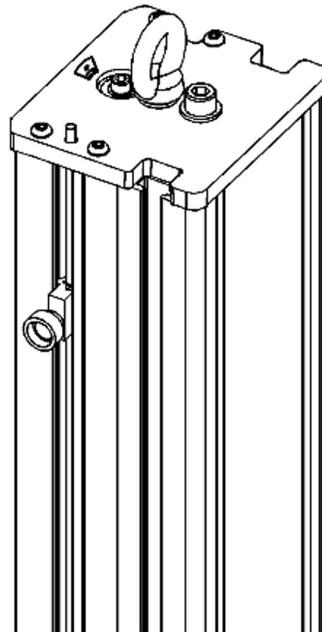

图 10. 用于提升机架的吊环螺栓
7. 将起重机吊钩插入机架立柱顶部的吊环螺栓中，参见第 53 页图 10。
某些系统的吊环螺栓在装运前已拆除。如果您的机器上没有吊环螺栓，那么它会包装在包裹中，放在某一未密封箱内，通常在系统文档所在的箱子内。将吊环螺栓拧在机架立柱顶部，如第 53 页图 10 中所示。